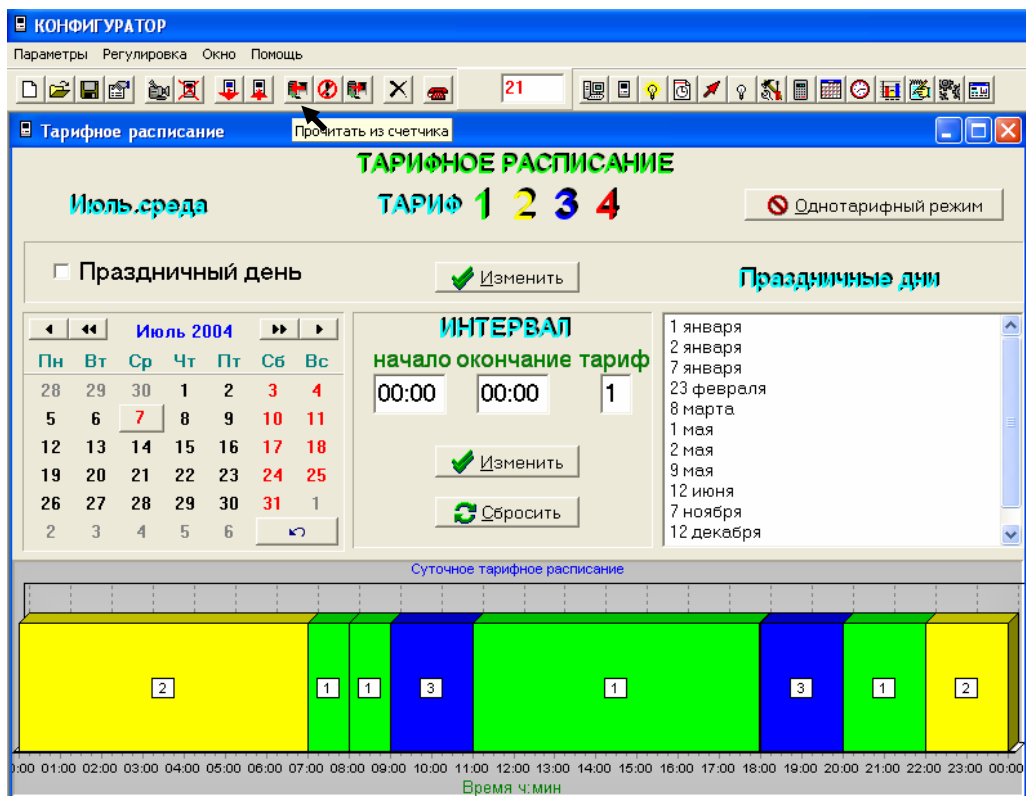

Рис.20
1. выбрать подпрограмму «Тарифное расписание». На экране монитора появится окно «Тарифное расписание» (рис.20), где отображено тарифное расписание и расписание праздничных дней, находящиеся в памяти компьютера;